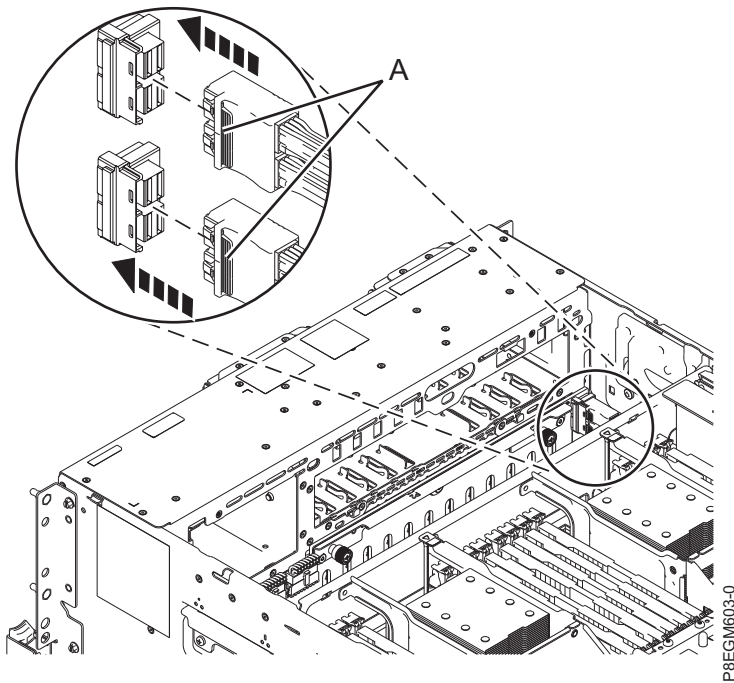

Figura 7. Conexión de los cables SAS frontales a la placa posterior de la unidad de disco
16. Conecte los cables SAS frontales (A) a los puertos de conector en la placa posterior de la unidad de disco como se muestra en la Figura 7 en la página 9. Empuje el conector hasta que el pestillo haga clic.